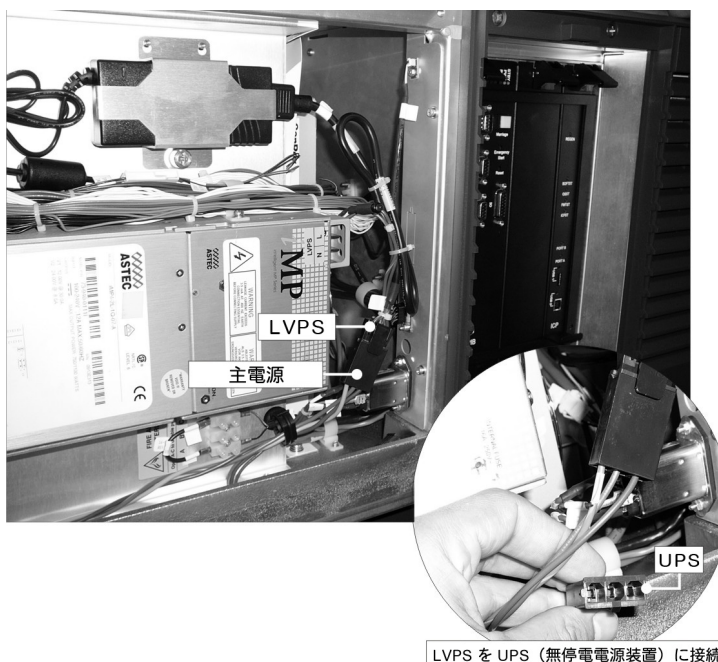

図 2-14
1. 本プロジェクターを UPS 用に構成するには、単に LVPS 入力接続を主電源から引き抜いて空いている UPS の入力プラグに接続するだけです。UPS 接続からのダミー プラグを未使用の主電源プラグで再利用してください。図 2-14